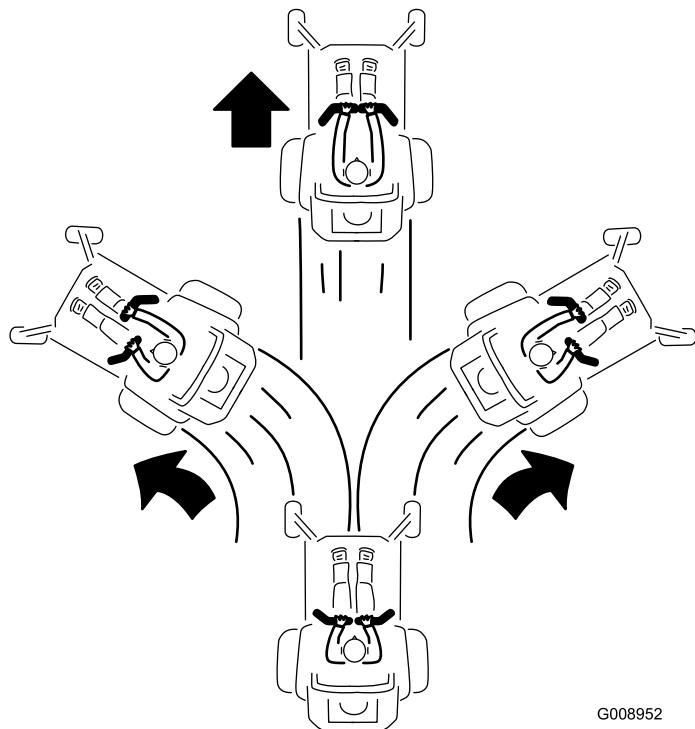

Figura 34
3. Para ir hacia adelante, empuje lentamente las palancas de control de movimiento hacia adelante (Figura 34).